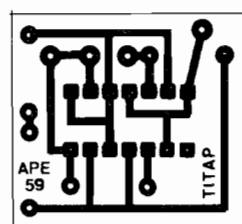

FIG. 3
- **FIG. 3 - LAY OUT DO CIRCUITO IMPRESSO ESPECÍFICO** - A plaquinha tem um desenho de suas áreas cobreadas extremamente simples (graças à reduzida quantidade de componentes...) e a cópia/traçagem das ilhas e pistas (cujo padrão é visto em tamanho natural, na figura...) não deverá oferecer problemas ou dificuldades, mesmo aos menos habilidosos... Depois da corrosão, limpeza, furação e nova limpeza, insistimos na necessidade de se conferir tudo com bastante atenção, confrontando a face cobreada do Impresso com o diagrama, e corrigindo eventuais defeitos, falhas, "curtos", etc. Lembramos, pela "enésima" vez, que tais eventuais correções são muito fáceis de serem feitas **antes** dos componentes estarem posicionados e soldados... Já **depois** disso, torna-se um real problema "remendar" eventuais defeitos verificados na placa (além do que, **também encontrar** os tais defeitos fica mais difícil...).